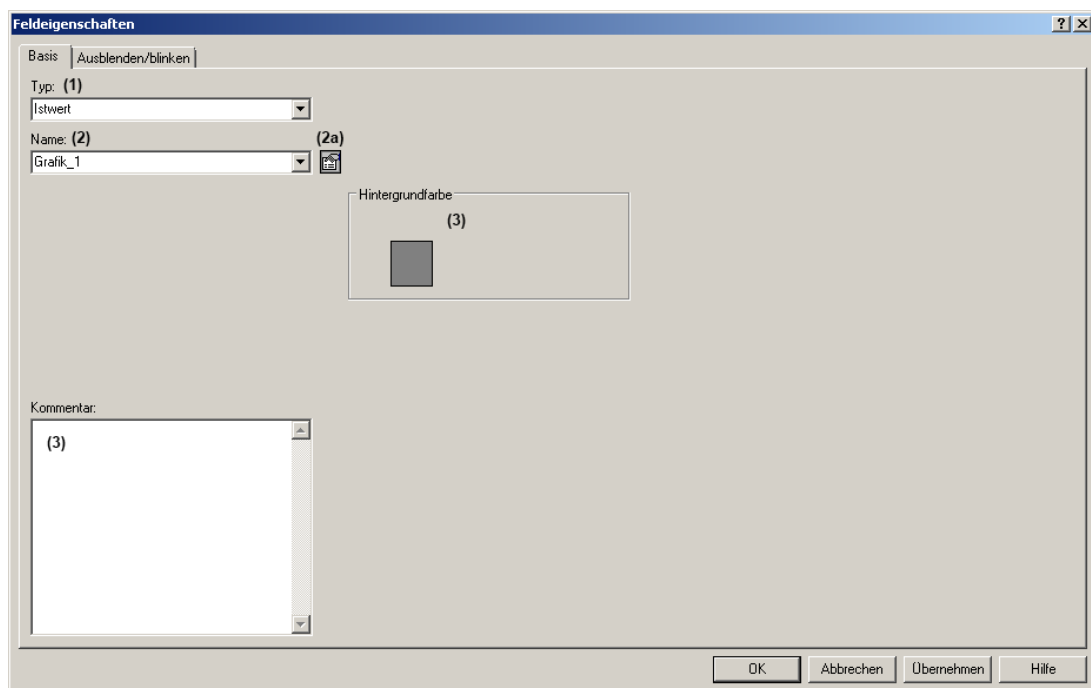

Abb. 6.37: Dialog "Feldeigenschaften, Basis" für Feldtyp "Bewegte Grafik"
⇒ Geben Sie im Feld "Name" (2) (siehe Abb. 6.37) einen neuen Namen ein und öffnen Sie den Dialog